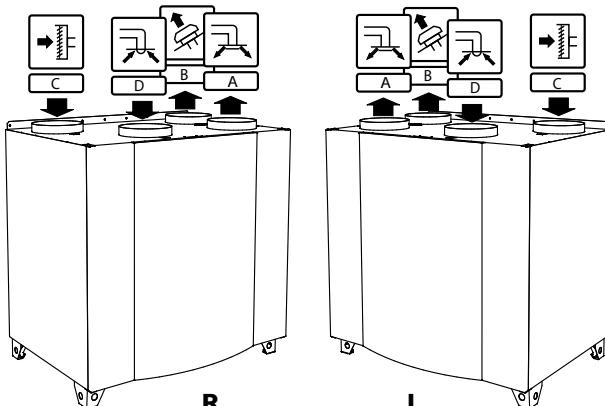

Bild 9 Rechtsseitige und linksseitige Modelle
Das SAVE VTC 700 ist eine Lüftungsgerät mit Wärmerückgewinnung mit einem eingebauten Gegenstrom-Plattenwärmetauscher. Es gibt zwei Modelloptionen, ein rechtsseitiges (R) und ein linksseitiges (L) Modell (Abbildung 9).